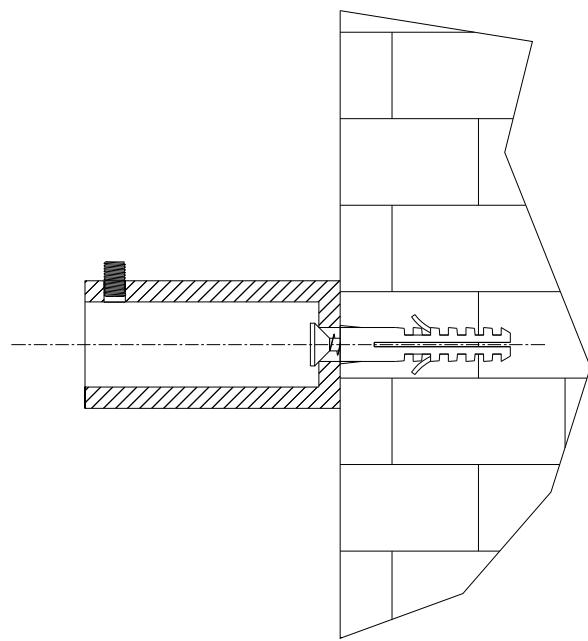

Fig. 3
3.4 Terminati i collegamenti idraulici, posizionare il radiatore contro la parete e fissare i perni nel cilindri di chiusura mediante le viti a brugola già montate nei cilindri come da Fig. 3.
3.4 Having completed the hydraulic connections, position the radiator against the wall and secure the pin to the closing cylinder with the Allen screw already mounted in the cylinder as shown in fig. 3.